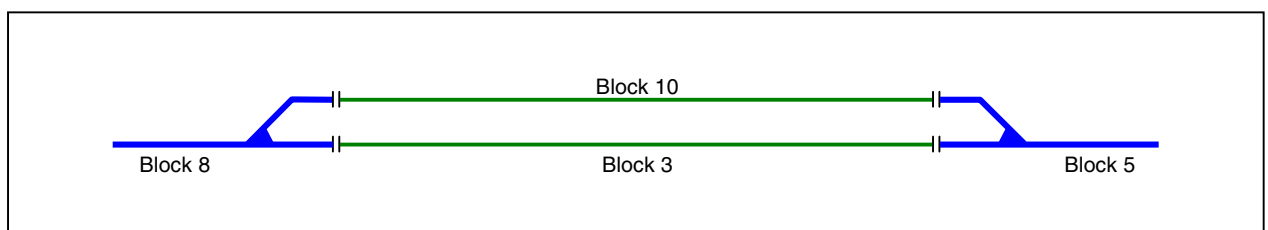
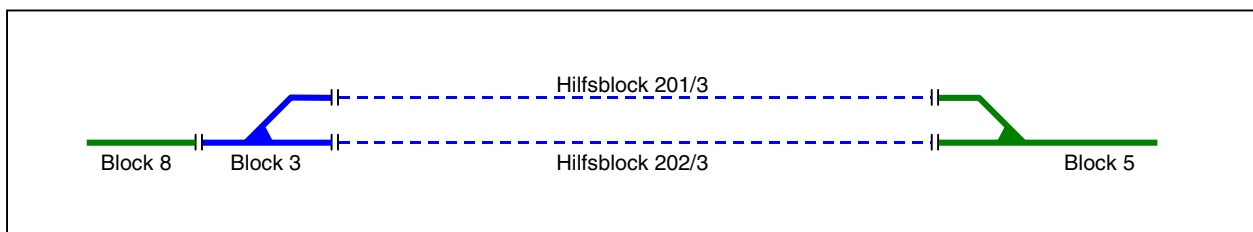

Bild 22.1 Schattenbahnhof mit zwei Parallelgleisen und Hauptblöcken
Bild 22.2 Schattenbahnhof mit zwei Parallelgleisen und Hilfsblöcken
Bild 22.1 zeigt einen "Bahnhof" mit nur zwei Parallelgleisen. Wird die dargestellte Situation mit zwei Hauptblöcken aufgebaut, könnte von Block 8 nach 3 eingefahren werden, während gleichzeitig ein anderer Zug von Block 10 nach 5 ausfährt. Bild 22.2 zeigt die gleiche Situation unter Verwendung von Hilfsblöcken. Dort kann nicht mehr gleichzeitig nach Block 202 eingefahren und aus Block 201 ausgefahren werden, da der zugehörige Hauptblock 3 nur für jeweils einen Zug die benötigte Fahrspannung liefern kann.
Um das Kosten/Nutzenverhältnis beider Varianten beurteilen zu können muss man wissen, dass ein Hauptblock etwa doppelt so teuer ist wie ein Hilfsblock. Also sind die in den Bildern 22.1 und 22.2 gezeigten Lösungen etwa gleich teuer. Daher wäre die Lösung nach Bild 22.1 als diejenige mit den größeren Fahrmöglichkeiten vorzuziehen. Das führt zu der Feststellung:
(kein Kostenvorteil gegenüber Bild 22.1)
**Hinweis zu Bild 22.2:**